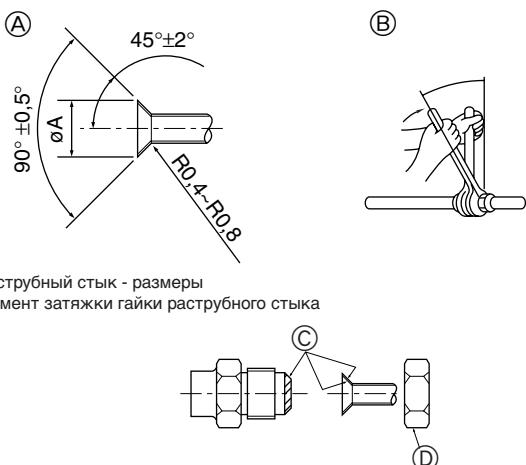

Fig. 5-1
5.2. Соединение труб (Fig. 5-1)
- Нанесите тонкий слой масла хладагента на контактную поверхность труб и соединений перед тем, как затягивать гайку с фланцем. (A)
- Для затягивания трубных соединений используйте два гаечных ключа. (B)
- Нанесите машинное масло охлаждения на всю поверхность области присоединения муфты. (C)
- Использование гайки раструбного стыка. (D)
(A) (Fig. 5-1)
(B) (Fig. 5-1)